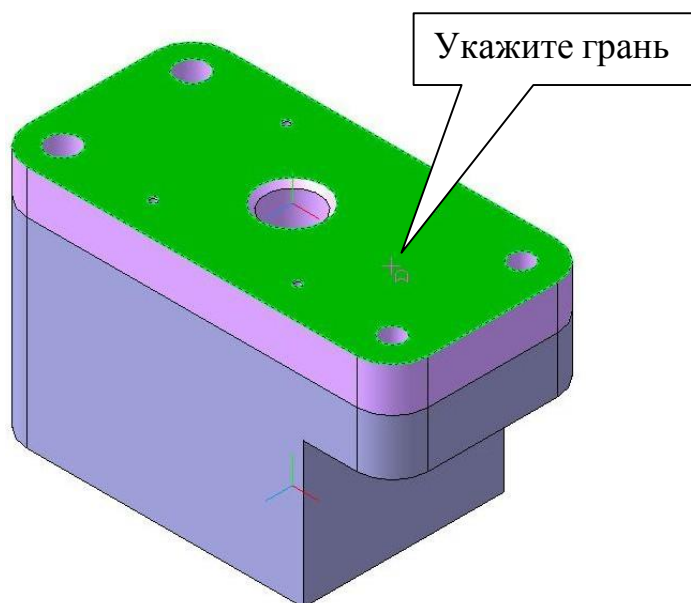

Рис. 12
2) Укажите курсором грань детали «Плита», рис. 12, и нажмите кнопку **Создать деталь**  на панели **Редактирование сборки** . Зарегистрируйте деталь «Втулка» (КГ ПР28.00.00.00.04 в папке «Work» на Рабочем столе).